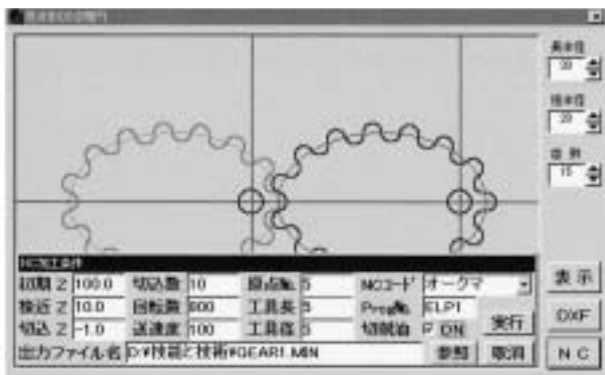

図6 「歯車形状の加工条件」画面
(5) 歯車形状の加工用NCデータを出力する場合は，「NC」ボタンを押す。図6に示す「加工条件」を指示する画面となる。